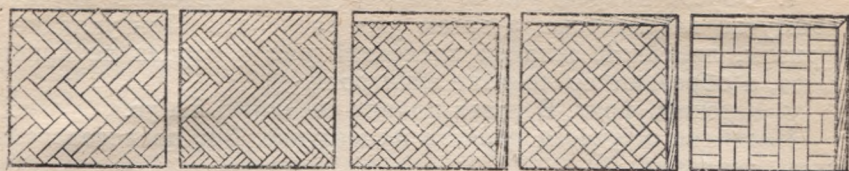

Рис. 217. Улучшенный рисунок штучного паркета.
3. Определить способ укладки паркета (рис. 216). Паркет, уложенный в один ряд, настилают в небольших помещениях и узких коридорах. Стыки штучного паркета могут располагаться по-разному. Штучный паркет кладут с фризом без окантовки и с фризом с линейкой, с фризом с жилкой и линейкой. Часто паркет укладывают в елку по длине помещения от двери к окну. Из штучного паркета можно набрать улучшенные рисунки (рис. 217) в виде квадратов.